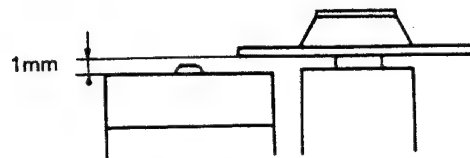
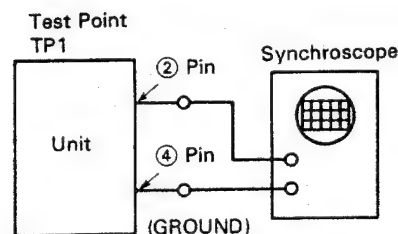

Figure 18-2
Figure 18-4
(1) Replacement and adjustment of pick-up.
- c. After replacement of the pick-up, adjust the two screws for pick-up posture adjustment so that the new pick-up is almost horizontal and its upper end is about 1 mm below the turntable. See Fig. 18-2.
(2) Adjustment of pick-up posture
- a. Set up the disc holding arm and connect an oscilloscope as shown in Fig. 18-4. Then put the control microcomputer in TEST mode according to the instruction in "1. Before Adjustment."
- c. Nachdem der Abtaster ausgewechselt wurde, die beiden Schrauben der Abtaster Nachjustierung so einstellen, daß der neue Abtaster nahezu horizontal ausgerichtet ist und sein oberes Ende ca. 1 mm Abstand zum Drehteller aufweist. Auf Abb. 18-2 Bezug nehmen.
(2) Positionseinstellung des Abtasters
- a. Den Haltebügel der CD-Platte in Position bringen und ein Oszilloskop anschließen, wie in Abb. 18-4 gezeigt. Den Mikrocomputer nun in die TEST-Betriebsart bringen, wie bereits im Abschnitt "1. Vor der Einstellung" beschrieben.
- c. Après le remplacement du pick-up, ajuster les deux vis pour l'ajustement de la position du pick-up de manière à ce que le nouveau pick-up soit presque à l'horizontale et que son extrémité supérieure se trouve à environ 1 mm sous le plateau. Voir la Fig. 18-2.
(2) Ajustement de la position du pick-up
- a. Mettre le bras de maintien de disque en place et recorder un oscilloscope de la manière indiquée à la Fig. 18-4.